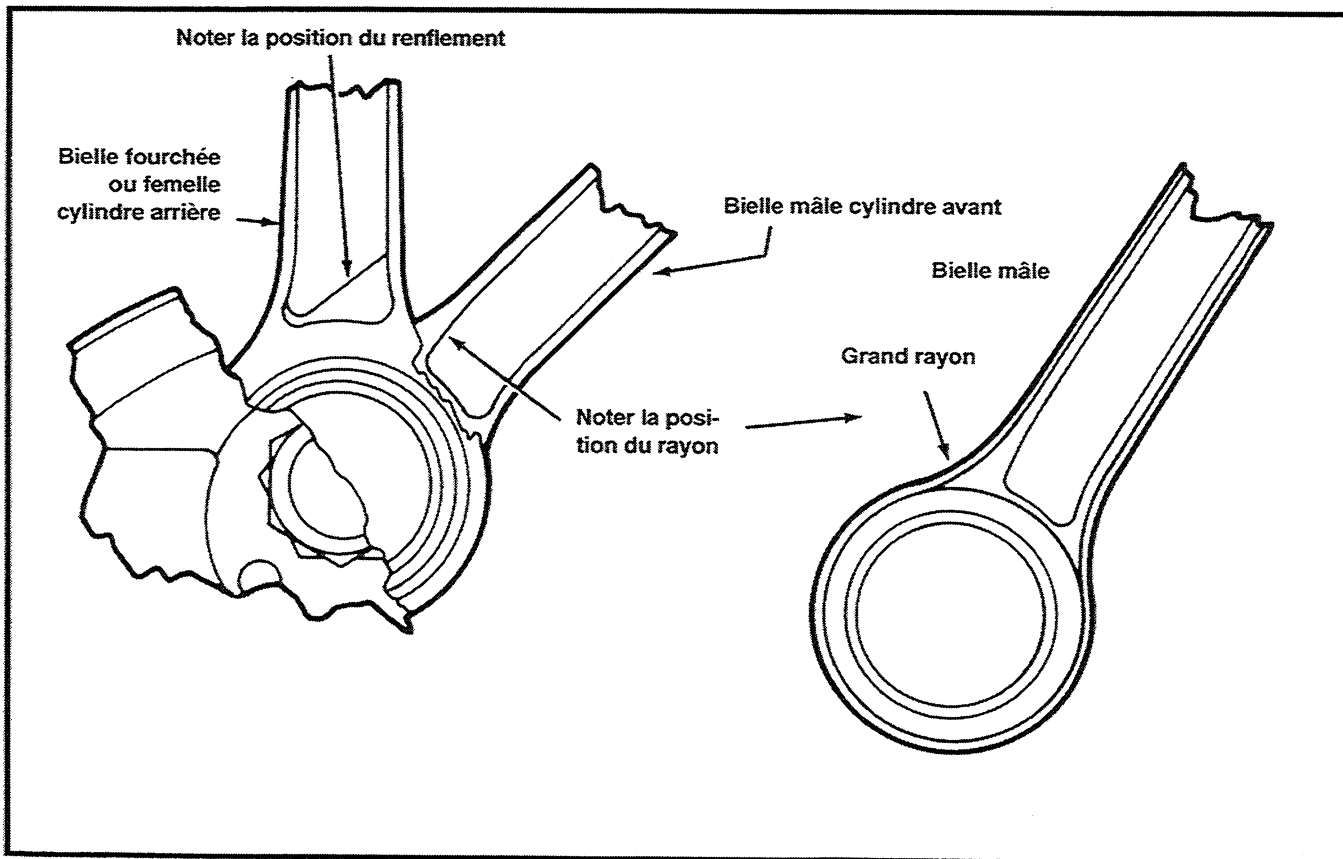

Figure 3-80. Montage des bielles
3. Montez le maneton (6) sur la masse côté distribution (5) en vous assurant que la clavette (7) est bien placée. Serrez l'écrou du maneton. Voir le MOTEUR, SPECIFICATIONS pour le couple.
5. Voir Figure 3-80. Glissez les roulements et les bielles sur le maneton. Placez le renflement de la bielle femelle du côté du grand rayon de la bielle mâle comme le montre la figure. Le côté de la bielle mâle avec le plus grand rayon est plus étroit dans la zone où il s'insère entre les branches de la bielle femelle.